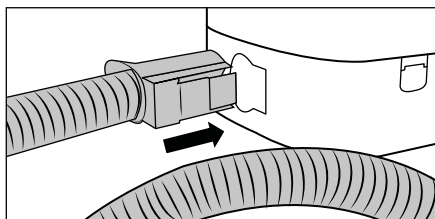

Fig. 2
- ◆ Introduceți furtunul de pulverizare/aspirare **19** în racordul pentru furtunul de pulverizare/aspirare **17** al aparatului până când tasta de deblocare **21** se blochează (a se vedea fig. 2).